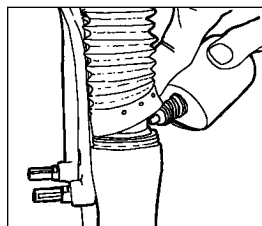

Fig. 4
- Sortez les soufflets de fourche des tubes inférieurs. Puis essuyez les surfaces externes, la zone du joint Resi-wiper et le tube supérieur. Appliquez 2 à 3 gouttes d'huile fortifiée au Téflon sur les tubes supérieurs, au Resi-wiper. (Voir Fig. 4)